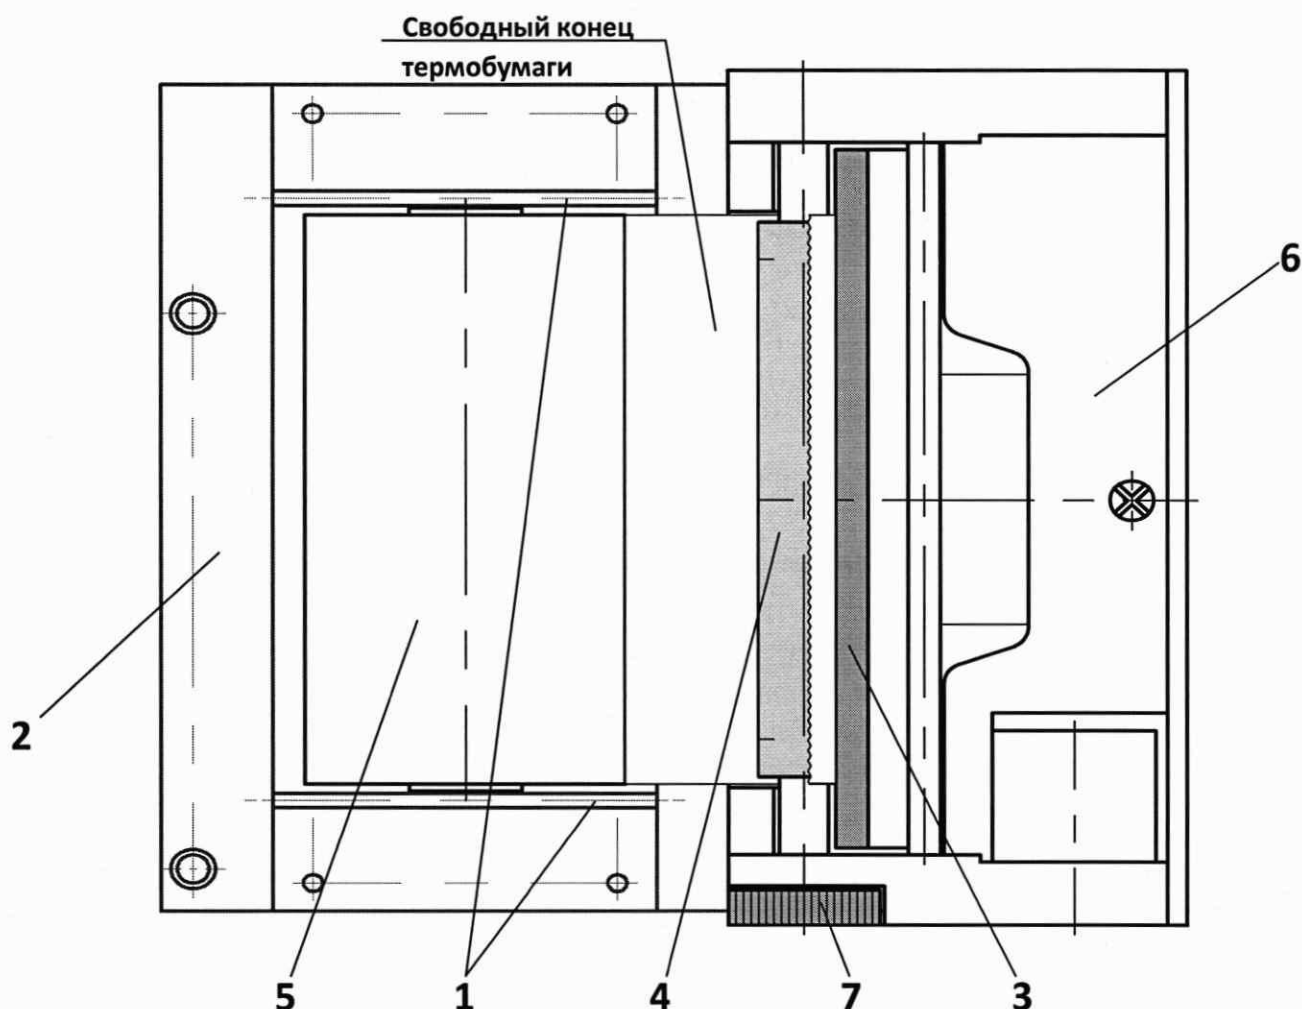
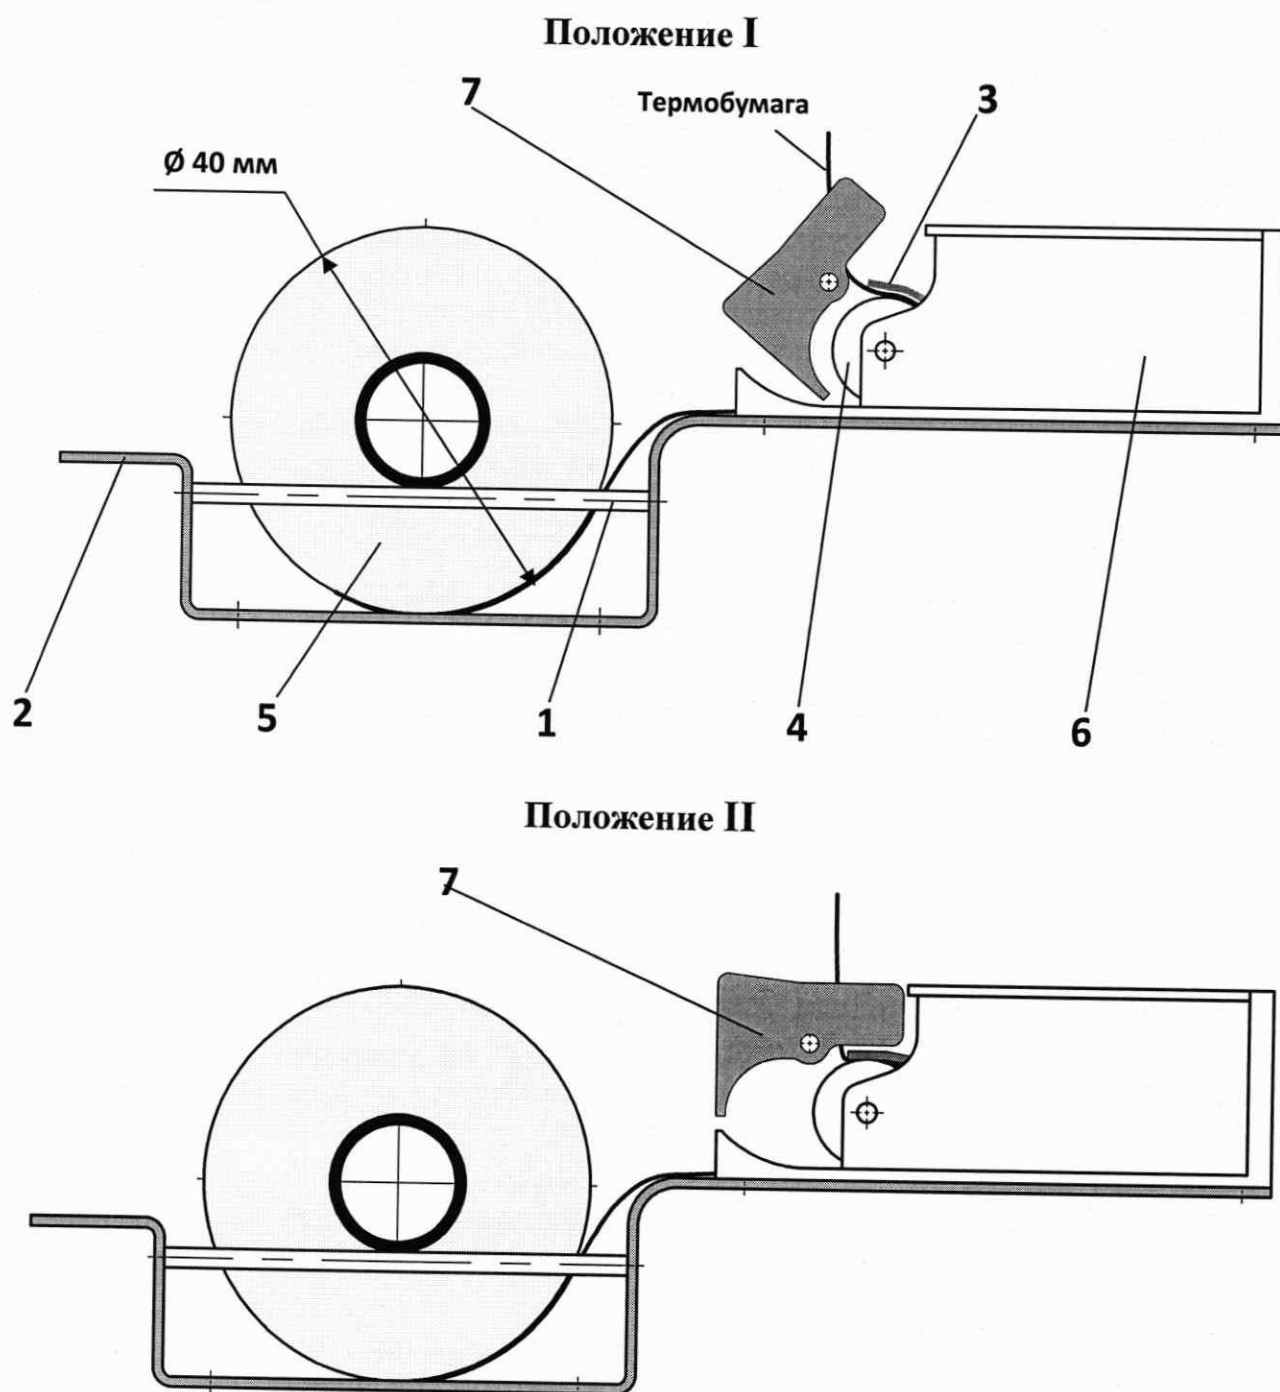

Рис.18 Термопринтер. Вид сверху
Рис.19 Термопринтер. Вид спереди
9.10.3 Перевести рычажок фиксатора 7 устройства печати 6 термопринтера (Рис.18 и 19) в положение **I** (см. Рис.19). При этом фиксирующая планка 3 перестанет быть прижата к направляющему валу 4.
9.10.5 Установить в лоток 2 между ограничивающими стержнями 1 рулон термобумаги 5 таким образом, чтобы свободный конец бумаги находился снизу рулона (см. Рис.18 и 19).
9.10.7 Перевести рычажок фиксатора 7 устройства печати 6 термопринтера (см. Рис.19) в **положение II**. При этом фиксирующая планка 3 плотно прижмет термобумагу из рулона 5 к направляющему валу 4.